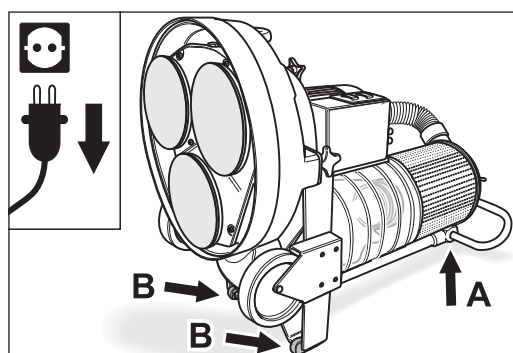

Fig. 6 Basculez la machine vers l'arrière afin de pouvoir accéder aux disques. **Veillez à ce que la machine soit stable !**
- 4 Rabattez la machine vers l'arrière avec précaution en la tenant par l'étrier de maintien jusqu'à ce que la machine soit posée avec fiabilité sur le tube de guidage et sur les deux protège-chute (fig. 6). **Veillez à ce que la machine soit stable !**